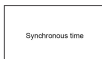

Figura 6 Interfaccia di sincronizzazione dell'orario
- 1) Accedere all'interfaccia "Synchronous Time..." (come mostrato in Figura 6).